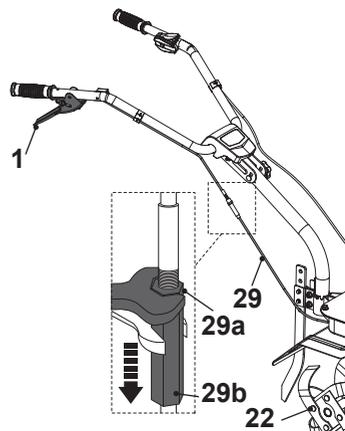

Fig. 35
Si los rotores (22) no giran al activar la palanca del embrague (1), puede que haga falta ajustar el cable del embrague (29) (fig. 35).